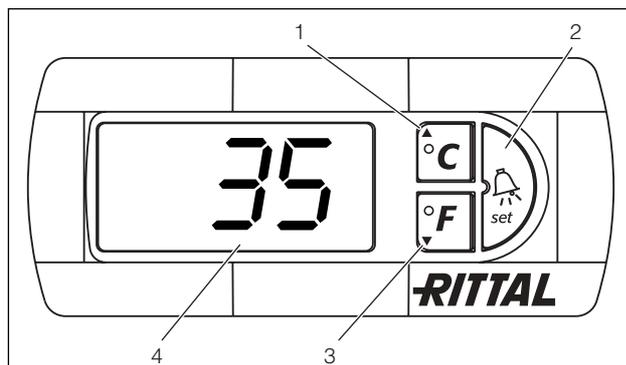

Fig. 28 : Régulateur confort
Le régulateur confort dispose d'un affichage à 7 segments (Fig. 28, n° 4). Lorsque l'appareil est mis sous tension, l'afficheur indique d'abord la version actuelle du logiciel pendant env. 2 secondes, puis l'option pré-réglée (p. ex. t10) ou la température.
La programmation de l'appareil se fait à l'aide des touches 1 – 3 (Fig. 28). Les paramètres correspondants sont également visualisés sur l'afficheur.
- Appuyer simultanément sur les touches 1 et 2 (Fig. 28) pendant au moins 5 secondes.
Les touches 1, 2 et 3 (Fig. 28) vous permettent de modifier 24 paramètres à l'intérieur des plages définies (valeurs limites minimales et maximales).